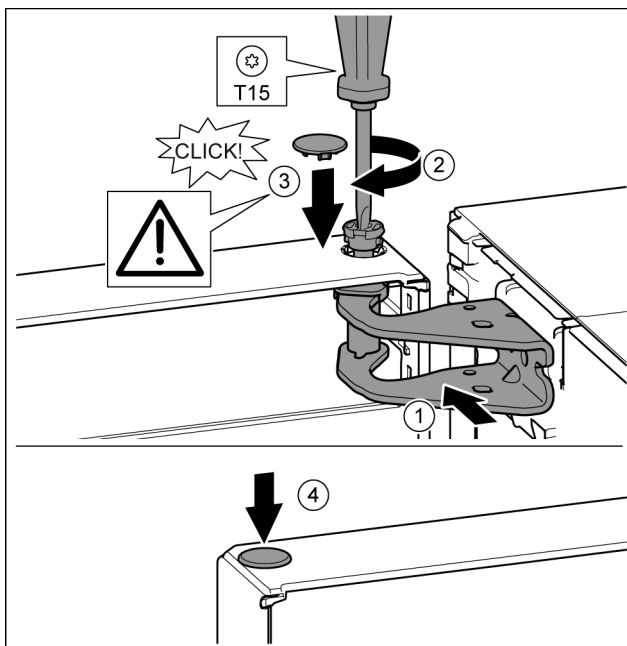

Fig. 20
- Wyrównać drzwi u góry względem otworu w płytce zawiasu. Fig. 20 (1)
- Założyć sworzeń i dokręcić śrubokrętem T15. Fig. 20 (2)
- Zamontować osłonę bezpieczeństwa w celu zabezpieczenia drzwi: Włożyć osłonę zabezpieczającą i sprawdzić, czy przylega ona do drzwi. Ponadto założyć cały sworzeń. Fig. 20 (3)
- Założyć zatyczkę. Fig. 20 (4)